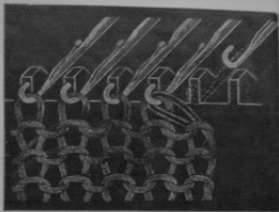

Рис. 27
- Снять деккером петлю с левой кромочной иглы и перенести на правую соседнюю иглу (рис. 27)